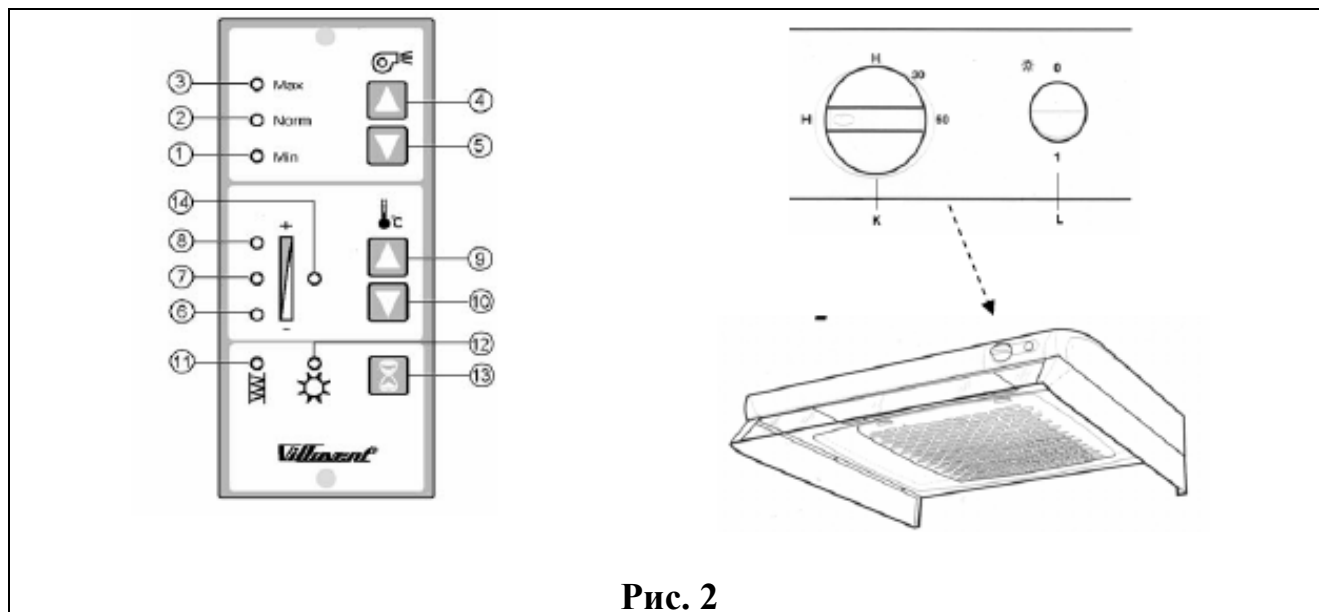

Рис. 2
Принцип действия (Рис. 2)
Сигнал лампы (11) загорается, когда установленный срок эксплуатации фильтров (Е и D Рис.2) истекает. Вентиляционный агрегат может эксплуатироваться, но эффективность снизиться, если не заменить фильтры. Срок эксплуатации (6, 9 и 12 месяцев) между сменой фильтров может устанавливаться с контрольной панели (см. Инструкцию по монтажу). Заводская настройка срока эксплуатации фильтра 9 месяцев. Переустановка срока эксплуатации фильтров после их замены (см. Обслуживание, пункт 1)